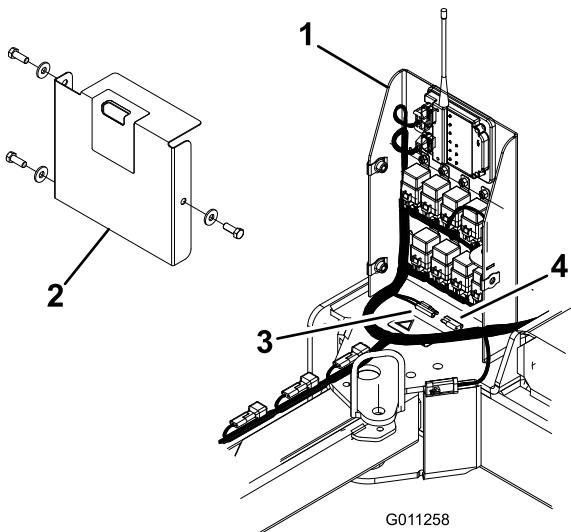

Figure 35
- Retirez les (3) vis et rondelles qui fixent le couvercle du boîtier électrique et retirez le couvercle (Figure 35).
- Retirez le capuchon des connecteurs au bout des fils rouge et orange dans le boîtier électrique (Figure 35).